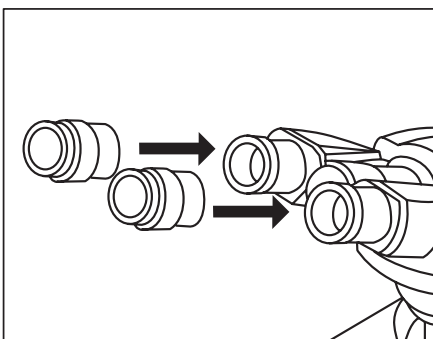

Figura 8.
• Inserte el ocular en el tubo del ocular, hasta que queden alineados uno contra el otro (Figura 8, 9 y 10).